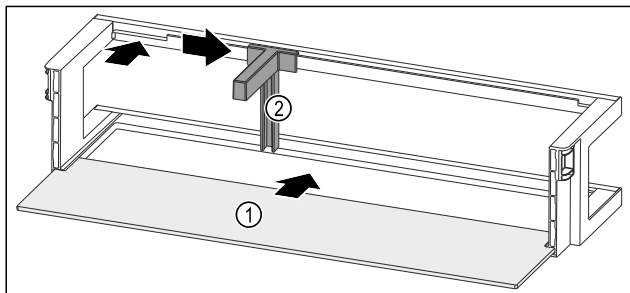

Fig. 214 Polica u vratima s policom za odlaganje
- Umetnite policu Fig. 214 (1) u bočna udubljenja.
- Držač za boce Fig. 214 (2) umetnite u otvor.
- Držač za boce Fig. 214 (2) pogurnite u željeni položaj na stranu.